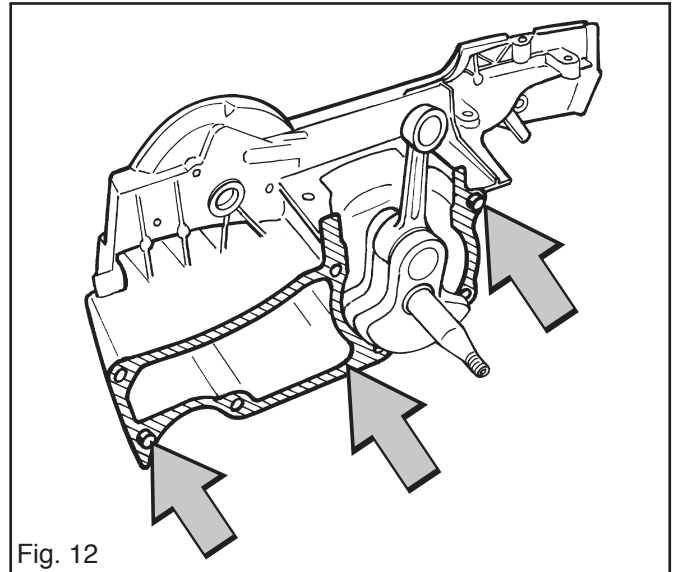

Fig. 12
4. Mettre la broche de positionnement dans le demi carter moteur côté embrayage, graisser et installer la garniture. Voir fig. 12.